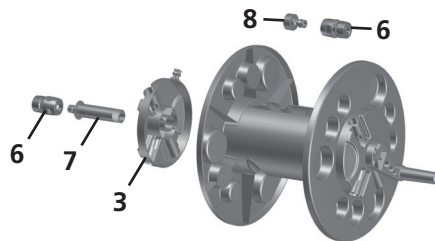

Fig. 04
3. No outro lado encaixe o eixo (7) no mancal direito (3) e o mesmo conjunto encaixe no carretel [Fig. 04]. Para realizar a fixação do conjunto, rosqueie o adaptador (8) no eixo (7). Em seguida acople os engates rápidos (6) nas extremidades do adaptador (8) e do eixo (7).
3. On the other side, place the axle (7) into the right bearing (3) and then attach this assembly to the reel [Fig. 04]. To secure the assembly, screw the adapter (8) onto the axle (7). Then attach the quick connectors (6) to the ends of the adapter (8) and the axle (7).
3. En el otro lado, encaja el eje (7) en el mancal derecho (3) y el conjunto en el carretel [Fig. 04]. Para fijar el conjunto, enrosca el adaptador (8) en el eje (7). Enseguida, conecta los acoples rápidos (6) en las extremidades del adaptador (8) y del eje (7).